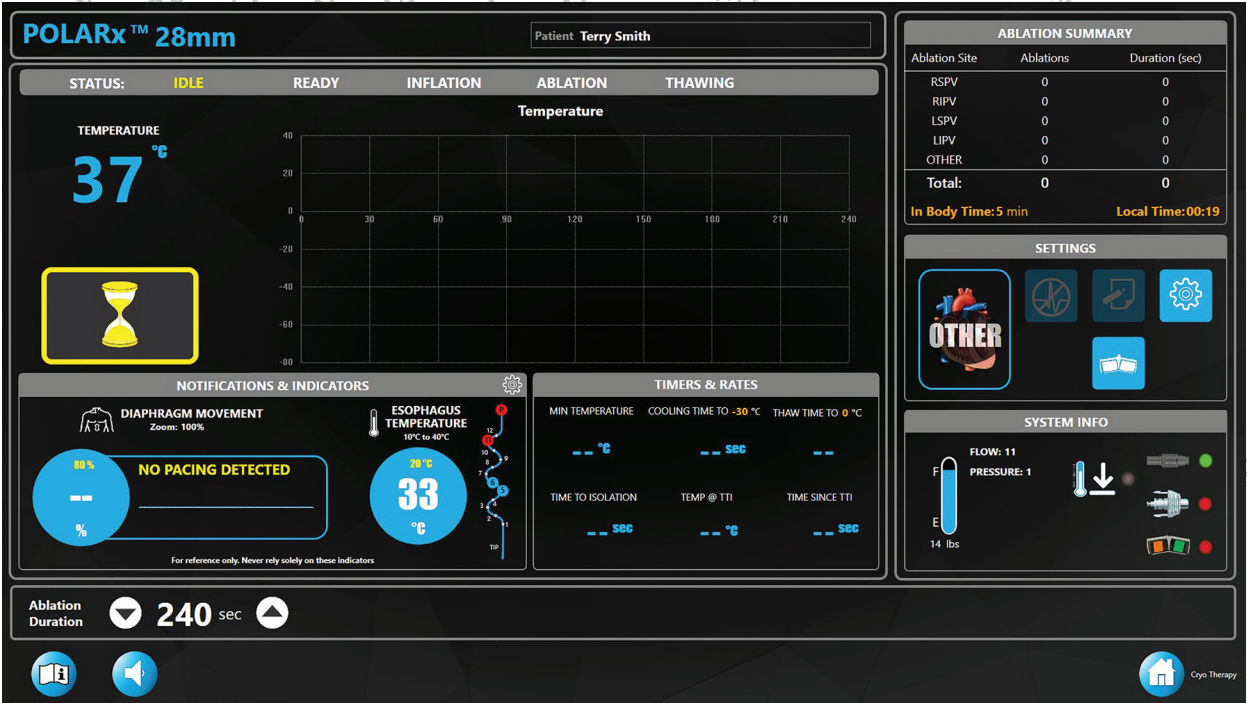

Figura 11. Sonda di temperatura esofagea CIRCA™ S-CATH - Sensori non funzionanti
- Se uno dei sensori non è funzionante, sarà evidenziato in rosso (fare riferimento alla Figura 11).